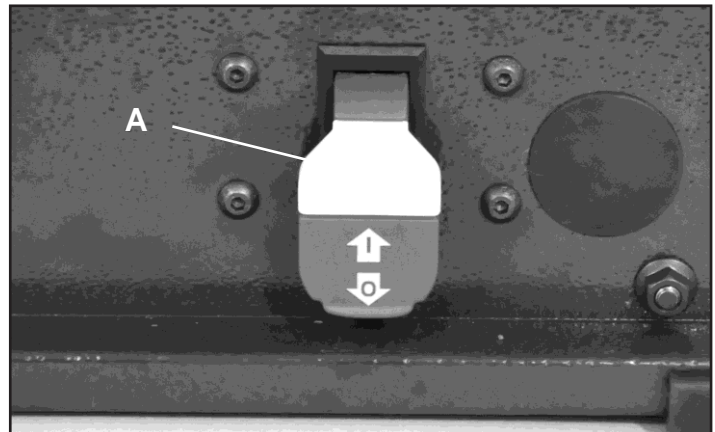

FIG. 11
Esta canteadora también está equipada con un interruptor de palanca de bloqueo especial que evita el uso no autorizado. Para evitar el uso no autorizado de la canteadora, simplemente extraiga la llave amarilla (A) situada en la cara del interruptor. FIG. 11.